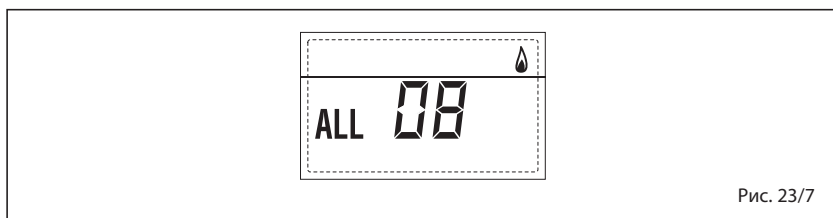

Рис. 23/7
– НЕПОЛАДКА ЦИРКУЛЯЦИИ ВОДЫ, «ТРЕВ. 09» (рис. 23/8)